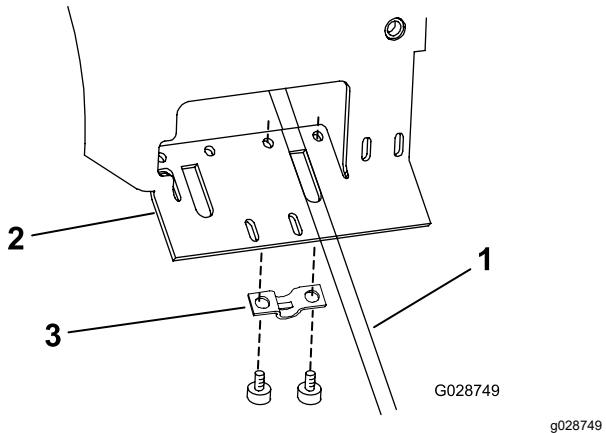

Рисунок 10
3. Прикрепите трос механизма отбора мощности к нижней части опорного кронштейна рычага с помощью зажима и двух самонарезающих винтов с головками с внутренними шестигранниками (Рисунок 10).